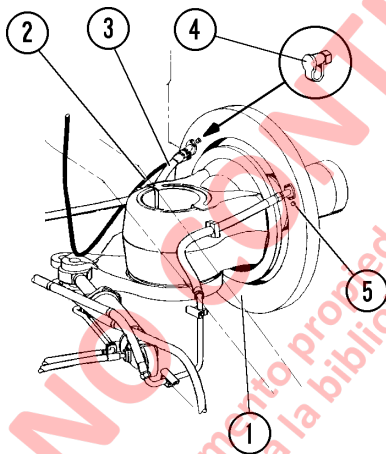

FIGURA 5-3. INSTALACIÓN DEL INDICADOR DE DESGASTE DEL DISCO DE FRENO
4. Saque el tapón del O-ring de cabeza hexagonal del puerto (5, Figura 5-3) Inserte rápidamente la herramienta indicadora de desgaste de freno y apriétela firmemente.